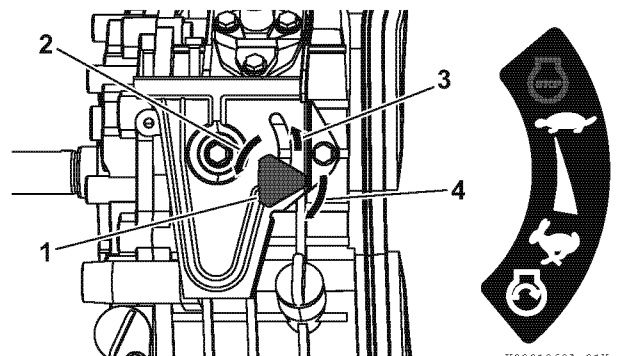

Abbildung 21
3. Falls die Motordrehzahlregelung **Abbildung 21** ähnelt:
- 1- Knauf für die Motordrehzahlregelung (1, **Abbildung 21**) nach links (2, **Abbildung 21**) drehen.
- 2- Knauf für die Motordrehzahlregelung in die Position STOP (3, **Abbildung 21**) drehen.
- 3- Knauf für die Motordrehzahlregelung nach rechts (4, **Abbildung 21**) drehen, um ihn festzuziehen.